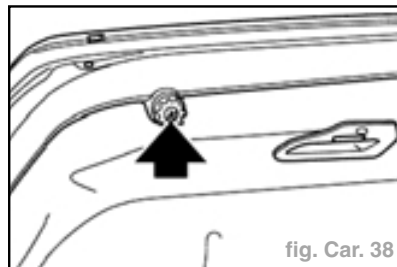

fig. Car. 38
- presser les éjecteurs dans les tampons de butée et les tourner dans cette position légèrement vers la gauche à l'aide d'un tournevis à empreinte cruciforme de façon à les verrouiller dans les tampons de butée. (fig. Car. 38)
- A l'aide d'un tournevis, tourner légèrement vers la droite les éjecteurs toujours verrouillés dans les tampons de butée jusqu'à ce qu'ils se déverrouillent et sortent. (fig. Car. 38)